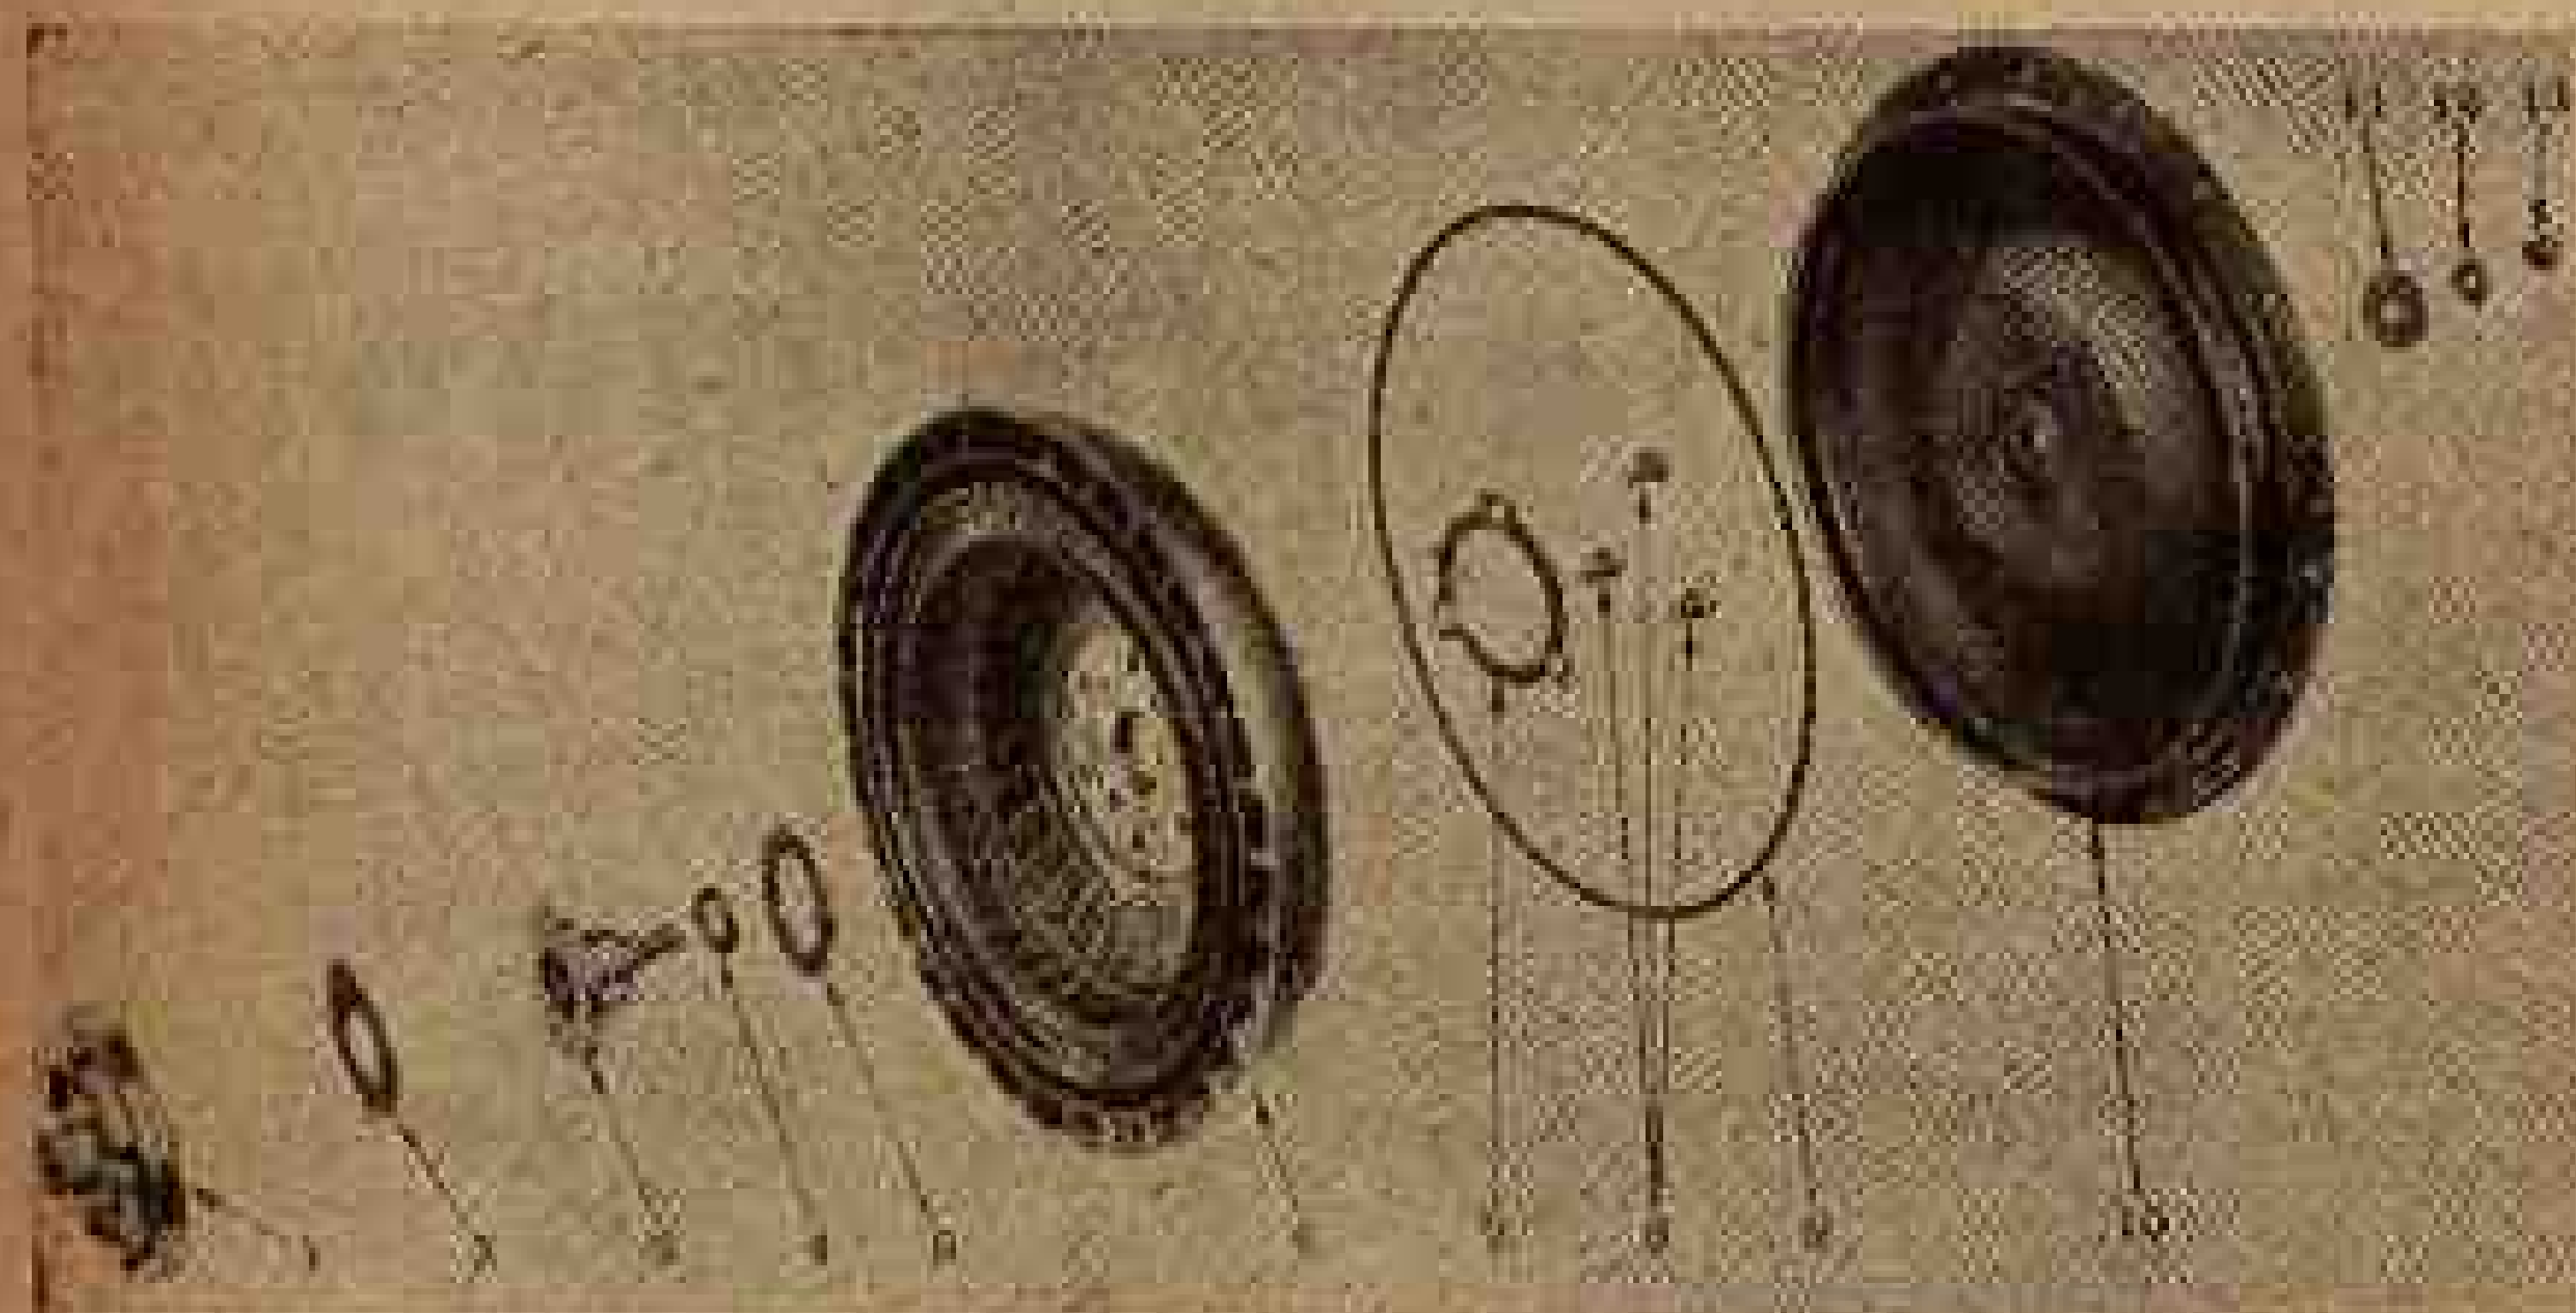

Fig. 18 — As peças componentes da turbina.
- 7 — Retira-se o anel "O" do parafuso da turbina (n. 4 da fig. 18).